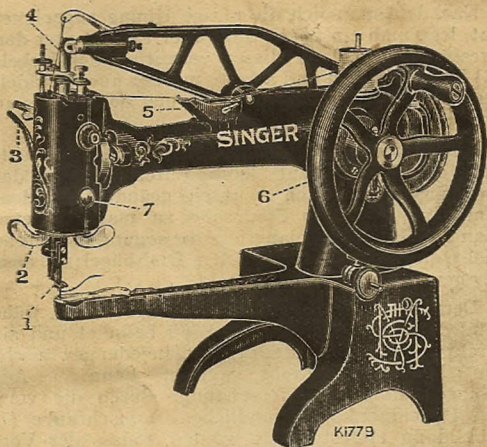
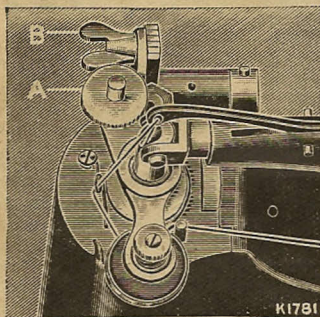
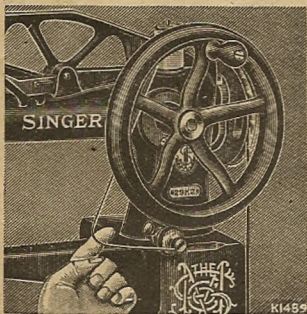

Abbildung 1
Abbildung 3
Abbildung 5
(Siehe Abbildung 1).
Der Presserfuss hebt sich bei jedem Stich, während die Nadel sich in dem Stoff befindet und als Drehpunkt dient, um den der Stoff in jeder gewünschten Richtung gedreht werden kann. Auf Wunsch kann die Presserstange durch die vorn am Maschinenkopf befindliche Knopfschraube (7, Abbildung 1) festgesetzt werden, sodass der Vor-schub nach einer beliebigen Richtung in gerader Linie erfolgt. **Man ändere niemals die Transportrichtung, während der Fuss auf den Stoff drückt, da dadurch Fehlstiche und Beschädigung der Arbeit verursacht werden können.**
Man drehe das Schwungrad von sich, bis die Nadelstange (4, Abbildung 1) auf ihren höchsten Punkt gegangen ist, löse die Schraube (B) und schiebe die Nadel in die Nadelklammer soweit wie möglich nach oben mit der langen Nute nach links und dem Ohr genau in der Richtung des Maschinenarmes. Eine richtig eingesetzte Nadel sollte bei der Abwärtsbewegung ohne Reibung
(Siehe Abbildung 3).
Man stecke eine Rolle Garn auf den oben an der Maschine angebrachten Garnrollenstift so, dass der Faden von hinten abgezogen wird und die Rolle sich von links nach rechts dreht. Nun hebe man die Drahtführung in dem Ölbehälter (5, Abbildung 1) auf dem Maschinenarm, führe den Faden unter
Man stecke eine Rolle Garn auf den oben an der Maschine angebrachten Garnrollenstift, sodass der Faden von hinten abgezogen wird und die Rolle sich von links nach rechts dreht. Nun hebe man die Drahtführung in dem Ölbehälter (5, Abbildung 1) auf dem Maschinenarm, führe den Faden unter den Draht und drücke letzteren wieder nach unten, führe
Man lasse die Nadelstange auf ihren höchsten Punkt gehen und hebe den Presserfuss (1, Abbildung 1) mit Hilfe des Hebels (3, Abbildung 1), alsdann drücke man den Hebel (C) herunter und drehe die Stichplatte herum, wie die Abbildung zeigt. Das Schwungrad wird danach soweit herumgedreht, bis die Schiffchenspitze nach vorn kommt, und das Schiffchen mit Daumen und Zeigefinger herausgenommen. Sobald die offene Seite des Schiffchens nach unten gedreht wird, fällt die Spule heraus.
(Siehe Abbildung 5).
der Spule. Dann drücke man die Spule mit dem geschlitzten Ende nach innen soweit wie möglich auf die Spulerspindel, wie Abbildung 5 zeigt, löse die Knopfschraube auf dem Spuler und ziehe sie in dem Schlitz soweit nach unten, bis der
Man hebe den Presserfuss (1, Abbildung 1) mit Hilfe des Hebels (3, Abbildung 1) und setze die Maschine in Bewegung, indem man gleichzeitig den Faden mit der Hand führt, wie Abbildung 5 zeigt. Wenn die Spule voll genug ist, halte man die Maschine an, nehme die Spule von der Spindel herunter und ziehe das Fadenende in den Schlitz an der Kante der Spule. Hierauf wird die Schraube in dem Spuler gelöst, nach oben gedreht, um den Gummiring vom Schwungrad abzubringen und wieder festgezogen.
Man lasse die Nadelstange auf ihren höchsten Punkt gehen, indem man das Schwungrad von sich dreht, stelle den Presserfuss mit dem Hebel (3 Abbildung 1) hoch und ziehe die Arbeit ungefähr 8 cm. nach hinten, worauf der Faden abgeschnitten wird. Die Fadenenden lasse man unter dem Presserfuss.
Der Druck auf die Arbeit wird durch die geriefelte Mutter (A, Abbildung 3) geregelt. Um den Druck zu verstärken, ziehe man die Mutter an, oder lockere sie, um ihn zu vermindern. Zum Nähen von Leder ist stärkerer Druck erforderlich als für Stoffarbeiten. Doch sollte der Druck nur so stark sein, dass der Vorschub der Arbeit gleichmässig erfolgt.
Zur Regelung der Hubhöhe stelle man zunächst den Fuss vermittle des Hebels (3, Abbildung 1) hoch, löse dann die Flügelschraube (B, Abbildung 3) hinten an der Maschine und bewege die Schraube auf sich zu, um den Hub zu erhöhen oder in der entgegengesetzten Richtung, um ihn zu vermindern. Wenn die gewünschte Hubhöhe erreicht ist, ziehe man die Flügelschraube an.